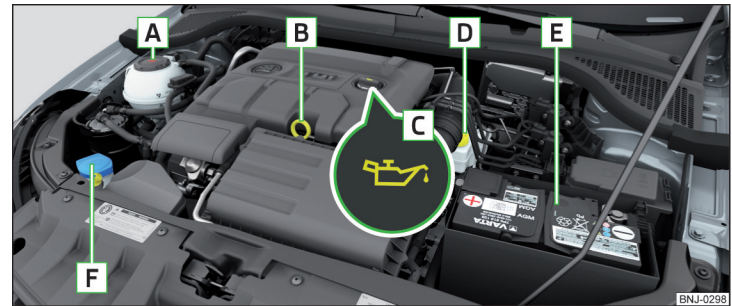

Abb. 258 Anordnungsbeispiel im Motorraum
- ▶ Den Deckel der Motoröleinfüllöffnung **C** abschrauben » Abb. 258 auf Seite 221.